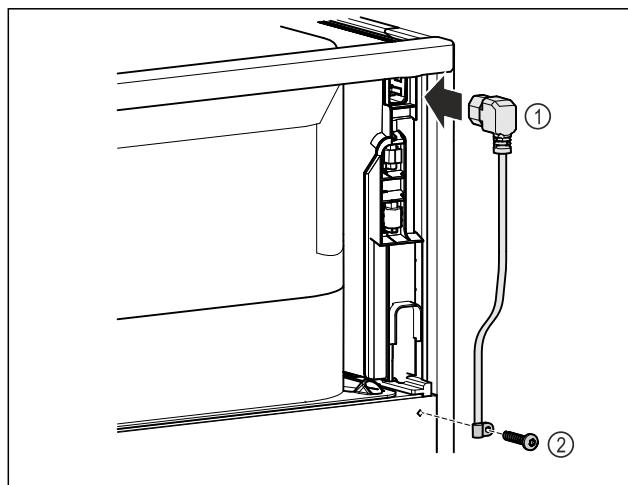

Fig. 8
- Συνδέστε την υποδοχή τροφοδοσίας του καλωδίου τροφοδοσίας Fig. 8 (1) στην πίσω πλευρά της συσκευής.
- Τοποθετήστε το ανακουφιστικό καταπόνησης. Fig. 8 (2)